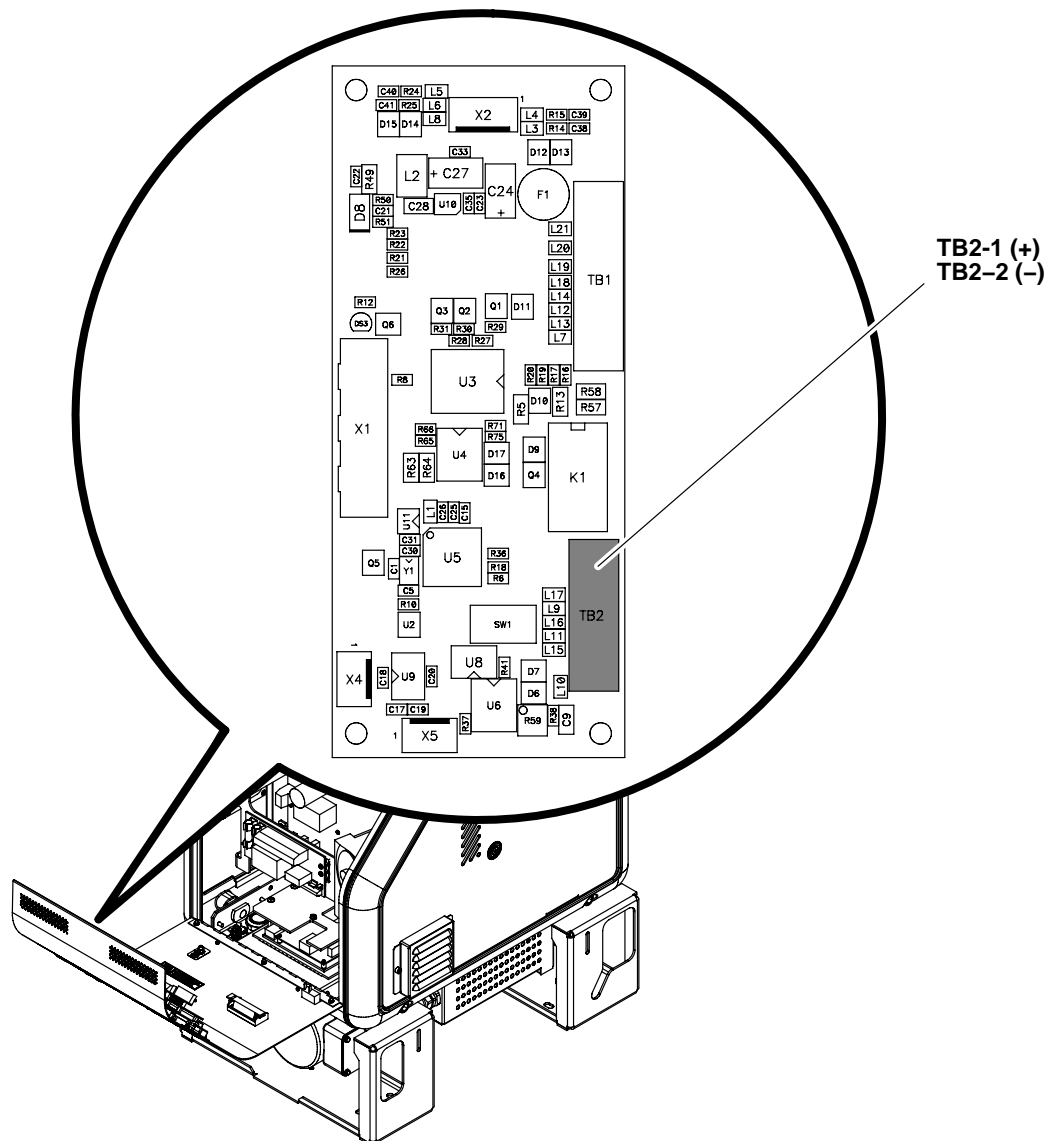

Abb. 3-12 Anschließen eines Referenzsignals für die Produktionsliniengeschwindigkeit bei leitsignalgeführtem Betrieb an Schmelzgeräte mit Relaisplatine
2. Ein Referenzsignal mit 0–10 VDC für die Liniengeschwindigkeit wie in Abbildung 3-12 für Schmelzgeräte mit Relaisplatine bzw. Abbildung 3-13 für Schmelzgeräte mit Motorsteuerungs-Klemmenleisteinheit gezeigt anschließen.